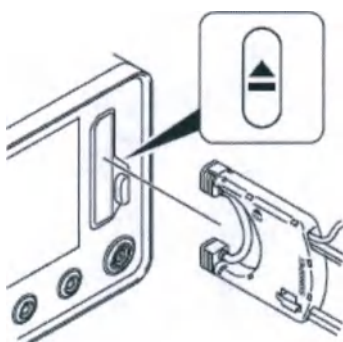

Рисунок 118 — Извлечение кассеты для аспирации и ирригации
1. Нажмите кнопку ИЗВЛЕЧЬ на консоли и извлеките кассету для аспирации и ирригации из консоли (рисунок 118).